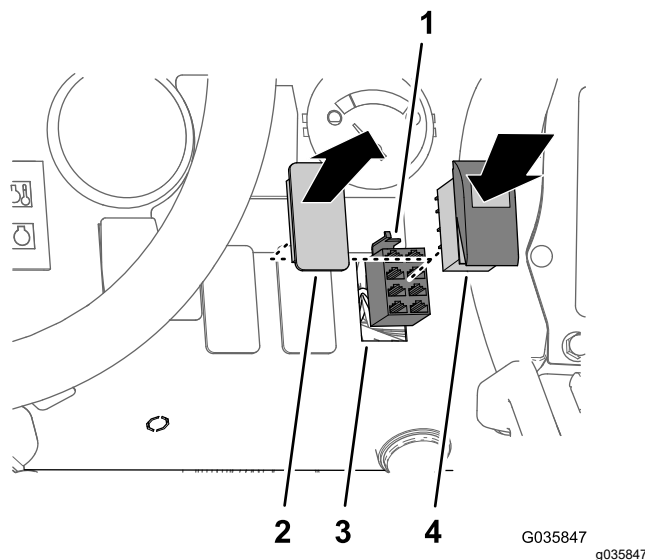

Figura 34
1. Scoateți capacul comutatorului din panoul de bord în locaia indicată în Figura 34.
2. Conectați conectorul cu 8 orificii al cablului setului de finisare a braului ultra sonic cu etichetă SONIC MODE MANUAL VS. AUTO (MOD SONIC MANUAL VS. AUTOMAT) la comutatorul culbutor (Figura 34).
3. Introduceți comutatorul culbutor în deschiderea panoului de bord până când comutatorul se fixează bine (Figura 34).